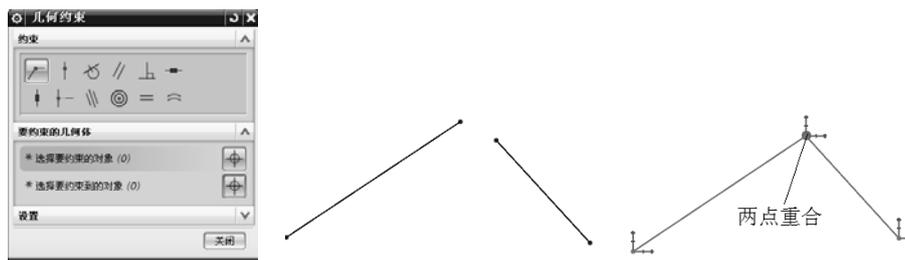

图 2-31 重合约束
(1) 重合 ：约束两个或多个顶点或点，使之重合，如图 2-31 所示。